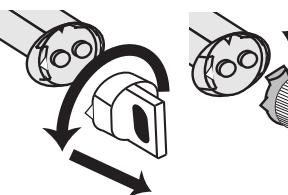

Fig 4
4. Togliere il tappo sulla siringa EZ-Fill Xpress e collegare il puntale di miscelazione come illustrato nelle Figure 4, 5 e 6. Spingere il pistone per fare uscire il materiale sul blocco di miscelazione. Scartare le prime gocce di sigillante in quanto potrebbero essere impropriamente mescolate.